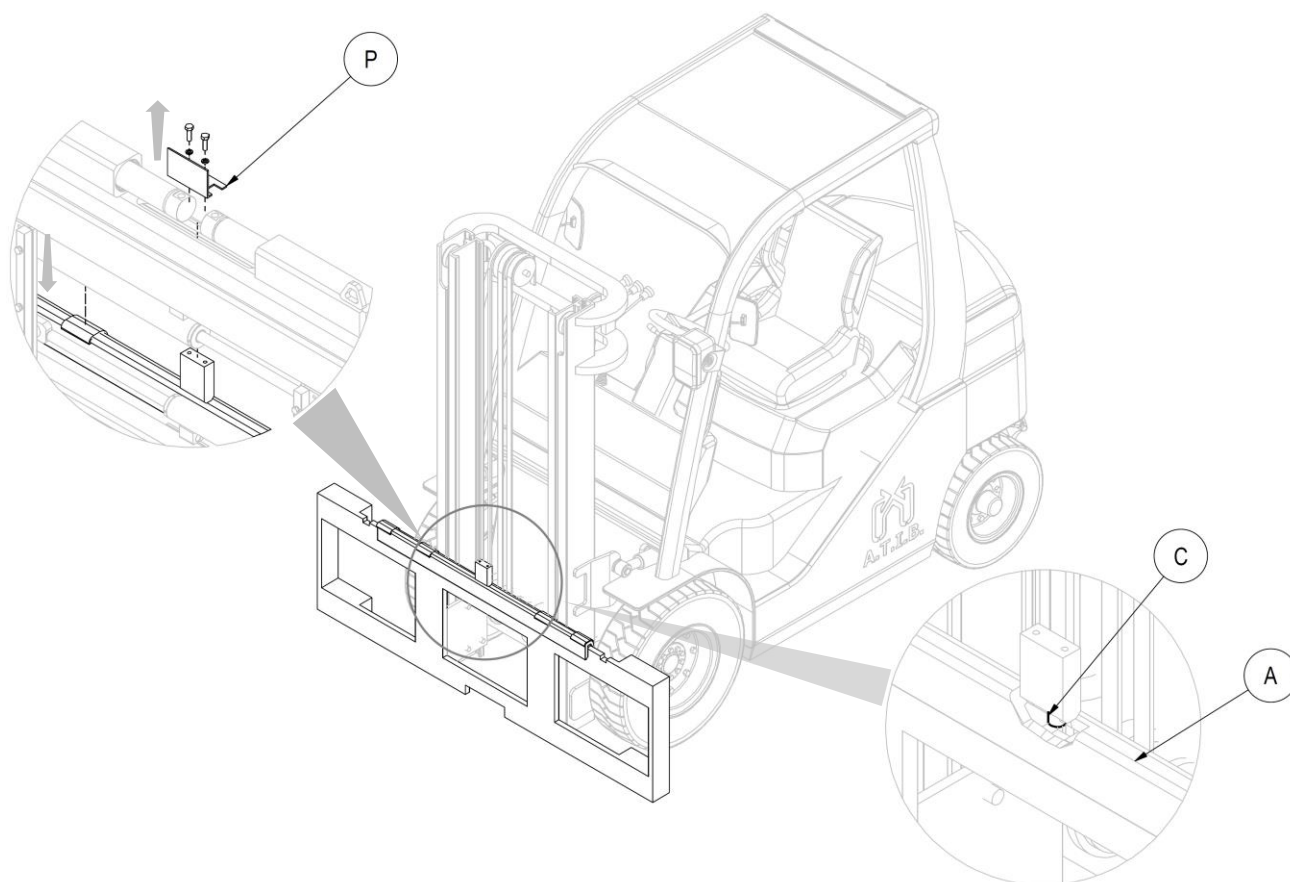

Figura 5
4. Después de retirar el “plato de protección” (P) con los correspondientes tornillos, tomar manualmente el doble gancho A (con la correspondientes deslizaderas), y colocarlo en el perfil superior de la placa porta horquillas, cuidando de encajar el pivote de centrado C en la muesca central del mismo (mira Figura 5).